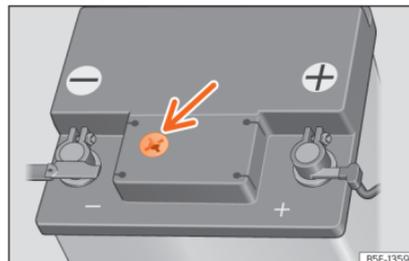

Abb. 238 Sichtfenster an der Oberseite der 12-Volt-Fahrzeugbatterie (Prinzipdarstellung).
- Prüfen Sie die Farbanzeige im runden Sichtfenster an der Oberseite der Batterie »» **Abb. 238**. Für ausreichende Beleuchtung sorgen, um die Farbanzeige im Sichtfenster deutlich erkennen zu können. Niemals offene Flammen oder glimmende Gegenstände als Beleuchtung verwenden.